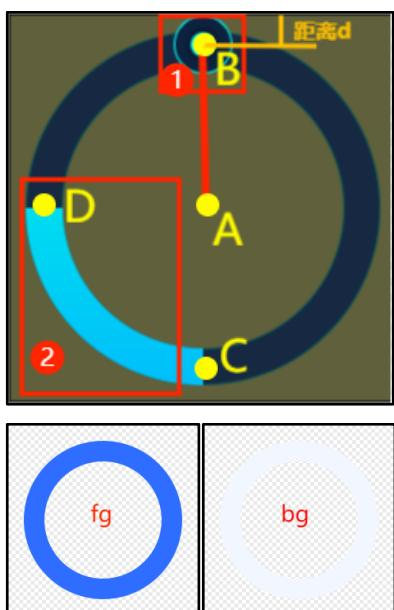

图 6-7：环形触控举例
**foreground:** 前景图（滑动后显示），如图 6-7 中间蓝色圆环。
**background:** 背景图（滑动前显示），如图 6-7 白色圆环。前景图和背景图宽高需一致。
**slideButton:** 滑动按钮，如图 6-7 标注 1 所示；滑动按钮的中心点到前景图（或者背景图）边缘的距离应当大于滑动按钮的图片的半径，如图 6-7 的距离 d 应当大于滑动按钮图片的半径。
**slide\_R:** 环形滑条圆心到滑动图标圆心的距离，如图 6-7 中 A 点（圆心）到 B 点的距离，设置时只需要把按钮大致移动到滑动轨道中心即可，如图 6-9。
**touch\_R:** 触摸区域的半径，如图 6-7，以 B 为中心点，向内向外同时扩展 touch\_R 距离，作为触控区域，只有在触控区域滑动滑条才有效。
**finalAngle:** 滑动的终止角度。如上图 6-7 所示，0° (360°) 在 C 点，滑动的小图标顺时针旋转角度增加。起始角度不能大于结束角度，角度设置只能顺时针方向 ( $0^\circ \leq$  起始角度  $<$  终止角度  $\leq 360^\circ$ )，不能逆时针方向设置。
- (1) 左对齐：数字左上角 X 坐标与 promptNum\_X 重合；
- (2) 居中对齐：数字中间位置的 X 坐标与 promptNum\_X 重合；
- (3) 右对齐：数字右上角 X 坐标与 promptNum\_X 重合。